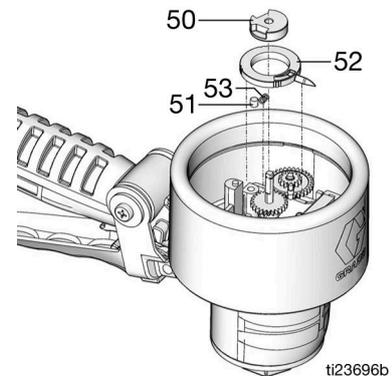

FIG. 23
- Placer le pointeur inférieur (52), le ressort (53), la goupille (51) et la cheville (50) comme montré sur la FIG. 23. Avec une clé hexagonale, visser et serrer la vis sans tête de la cheville.